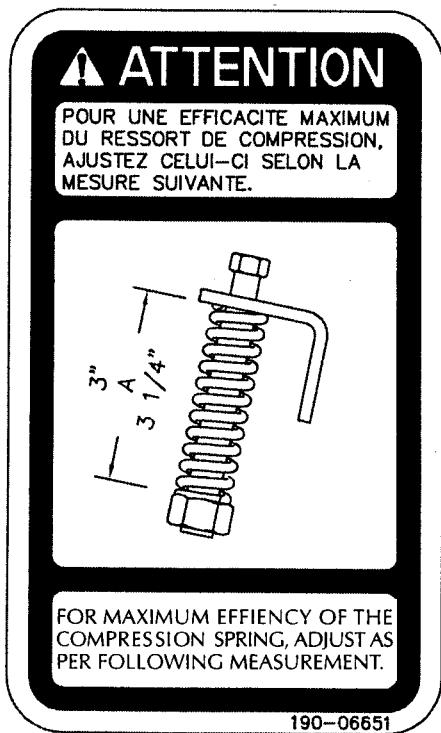

Figure 16
- 3) Vérifier l'ajustement du tendeur de chaîne. Le ressort qui maintient la tension doit être compressé afin d'être d'une longueur variant entre 3" et 3 $\frac{1}{4}$ " (Fig. 16).